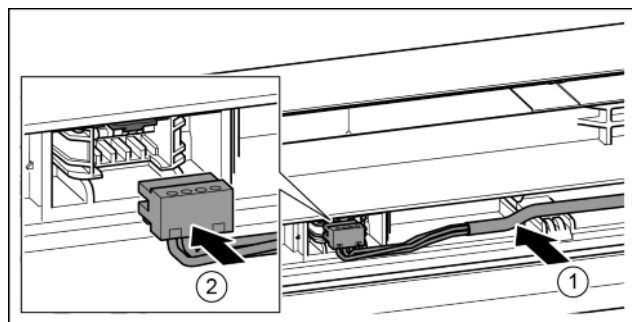

Fig. 41
- ▶ Вставить серый кабель в направляющую в верхней двери. Fig. 41 (1)
- ▶ Зафиксировать штекер. Fig. 41 (2)